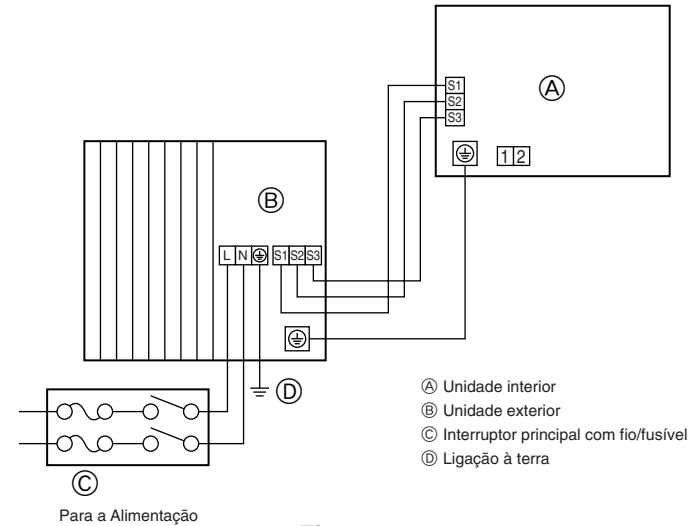
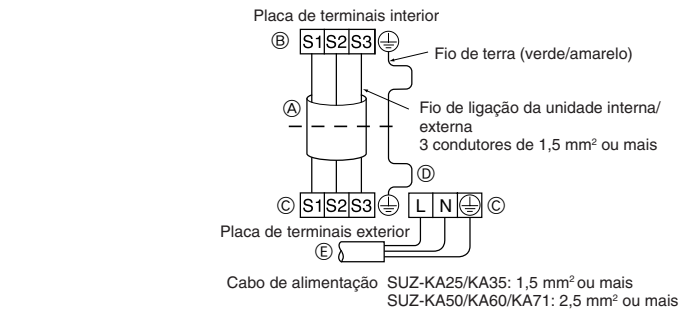
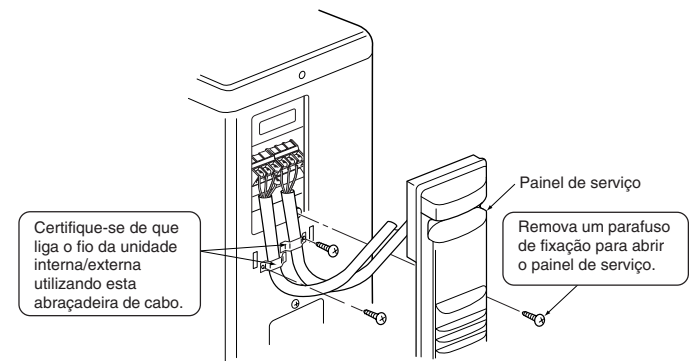
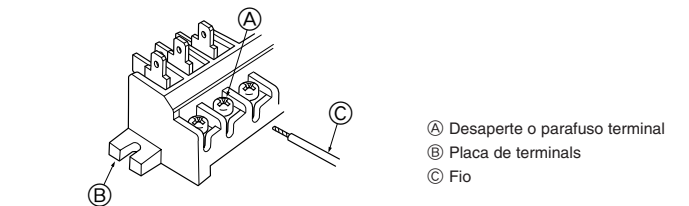

Fig. 6-1
Fig. 6-2
Fig. 6-3
Fig. 6-4
6.1. Unidade exterior (Fig. 6-1, Fig. 6-2, Fig. 6-3, Fig. 6-4)
- ① Retire o painel de serviço.
- ② Ligue os cabos referentes à Fig. 6-1, Fig. 6-2, Fig. 6-3 e Fig. 6-4.
- Faça as ligações tal como demonstrado no diagrama, na parte inferior esquerda. (Obtenha o cabo a nível local) (Fig. 6-2)
- Seja prudente para não trocar a cablagem. (Fig. 6-4)